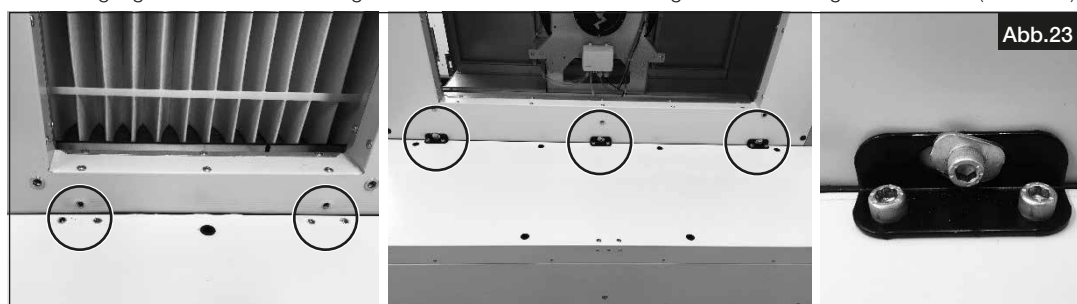

Abb.23
6. Befestigungswinkel auf dem Heizregister montieren. AIR1-Gerät wie folgt mit dem Heizregister verbinden (s. Abb.23).